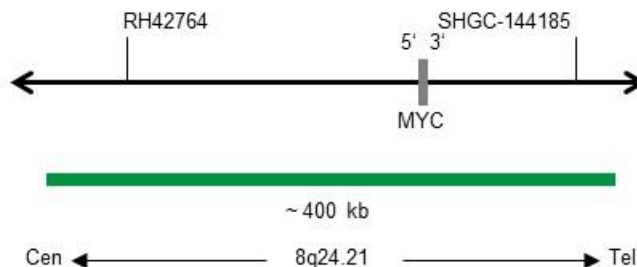

Abb. 1: SPEC MYC Sondenlokalisierung (nicht maßstabsgetreu)
- ZyGreen (Anregung 503 nm/Emission 528 nm) markierten Polynukleotiden (~10 ng/μl), die gegen Sequenzen in 8q24.21* (chr8:128,487,995-128,887,929) gerichtet sind, welche die MYC-Genregion enthalten (siehe Abb. 1).